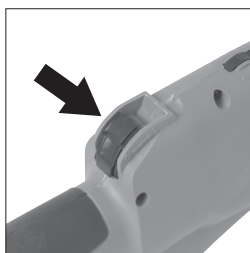

Fig. 9
- L'interrupteur à glissière « MARCHE/ARRÊT » (**Fig. 9**) est verrouillable. Glissez-le vers l'avant pour démarrer le moteur. Poussez la partie centrale de l'interrupteur en avant vers le bas pour le verrouiller en position « MARCHE ».